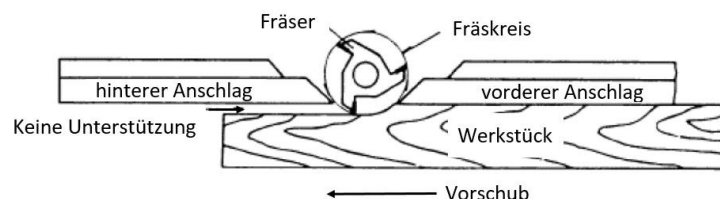

Abb. 7-3: Entfernung einer gesamten Kante
2. Wenn der Fräsvorgang die gesamte Kante des Werkstücks entfernt (z. B. beim Fügen oder Herstellen einer vollen Wulst), wird die geformte Kante nicht durch den hinteren Anschlag gestützt, wenn beide Anschläge in einer Linie sind, wie in Abbildung 7-3. In diesem Fall muss das Werkstück in die in Abbildung 7-3 gezeigte Position vorgeschoben und angehalten werden.